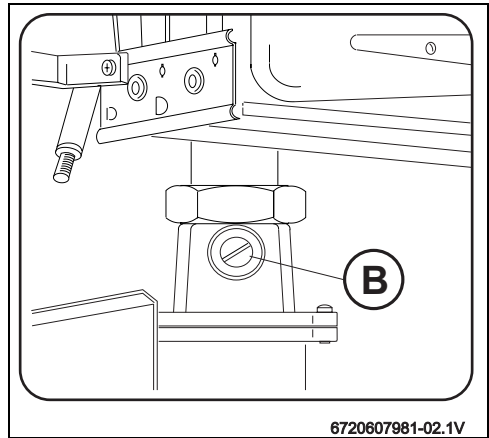

Fig. 3
- ▶ Regule a pressão através do parafuso B (→ Fig. 3) e de acordo com a tabela fornecida (→Tab. 5).